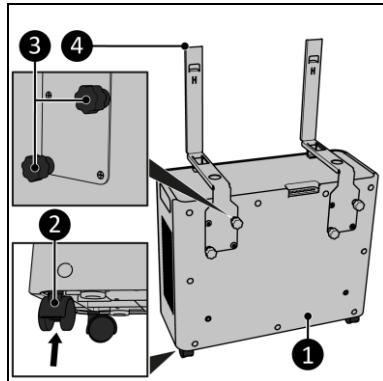

Abbildung 12
2. Befestigen Sie die Räder (Abbildung 12, Pos. 2) an der Außeneinheit (Abbildung 12, Pos. 1), indem Sie diese in die Löcher an der Unterseite der Außeneinheit schieben.
3. Befestigen Sie die Innenhalterungen (Abbildung 12, Pos. 4) an der Außeneinheit (Abbildung 12, Pos. 1), indem Sie zwei Schraubkappen pro Halterung festziehen (Abbildung 12, Pos. 3).